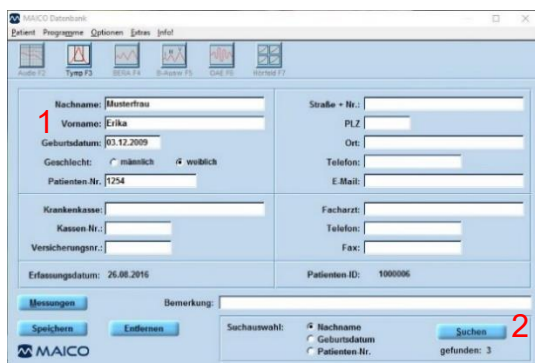

Abbildung 30
Nutzen Sie die **Suchen**-Schaltfläche, um einen gespeicherten Patienten auszuwählen. Daraufhin wird eine Liste mit Patienten angezeigt, die sich bereits in der Datenbank befinden. Grenzen Sie die Suche ein, indem Sie Informationen in eines der persönlichen Datenfelder (1) eingeben und anschließend eine Suchkategorie auswählen (2): **Nachname**, **Geburtsdag**, oder **Patienten-Nr.** (Abbildung 30).